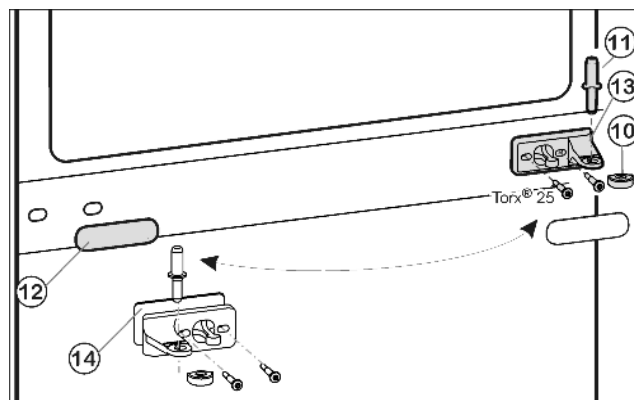
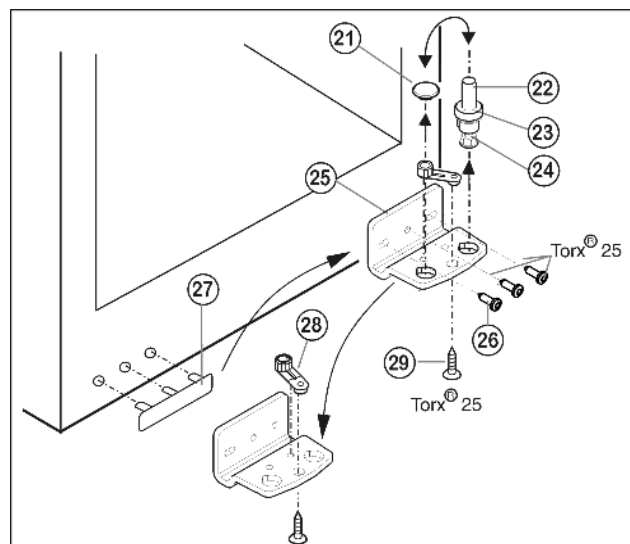

Fig. 5
Fig. 6
- Вытащите из опорного кронштейна и нижней дверцы средний опорный винт Fig. 5 (11).
- Снимите пластмассовый колпачок Fig. 5 (10).
- Открутите средний опорный кронштейн Fig. 5 (13) (2 шт. Torx® 25).
- Осторожно снимите накладку Fig. 5 (12).
- Прикрутите средний опорный кронштейн Fig. 5 (13) с подкладкой Fig. 5 (14) с поворотом на 180° на новую сторону шарнира (**с моментом 4 Нм**).
- Защелкните накладку Fig. 5 (12), повернув на 180°, на стороне, где теперь будет ручка.
- Извлеките опорный винт Fig. 6 (22) в комплекте с шайбой Fig. 6 (23) и регулируемой опорой Fig. 6 (24), вытягивая его вверх.
- Снимите пробку Fig. 6 (21).
- Открутите Fig. 6 (26) опорный кронштейн Fig. 6 (25).
- Открутите Fig. 6 (29) опорную деталь Fig. 6 (28) и, переставив в отверстие на противоположной стороне опорного кронштейна, снова прикрутите.
- Осторожно снимите и переставьте на противоположную сторону крышку со стороны ручки Fig. 6 (27).
- Снова прикрутите опорный кронштейн Fig. 6 (25) на новой стороне шарнира (**с моментом 4 Нм**). При необходимости используйте аккумуляторный шуруповерт.
- Переставьте пробку Fig. 6 (21) в свободное отверстие.
- Вновь установите опорный винт Fig. 6 (22) в комплекте с шайбой и регулируемой опорой. При этом фиксатор должен быть направлен назад.
- ▶ Установите нижнюю дверцу сверху на нижний опорный винт *Fig. 6 (22)*.
- ▶ Снова наденьте пластмассовый колпачок *Fig. 5 (10)* на средний опорный кронштейн *Fig. 5 (13)*.
- ▶ Вставьте средний опорный винт *Fig. 5 (11)* на новой стороне шарнира через средний опорный кронштейн *Fig. 5 (13)* в нижнюю дверцу.
- ▶ Установите верхнюю дверцу на средний опорный винт *Fig. 5 (11)*.
- ▶ При необходимости выровняйте дверцы через два продольных паза в нижнем опорном кронштейне *Fig. 6 (25)* и среднем опорном кронштейне *Fig. 5 (13)* параллельно корпусу устройства. Для этого выкрутите средний винт на нижнем опорном кронштейне *Fig. 6 (25)*.